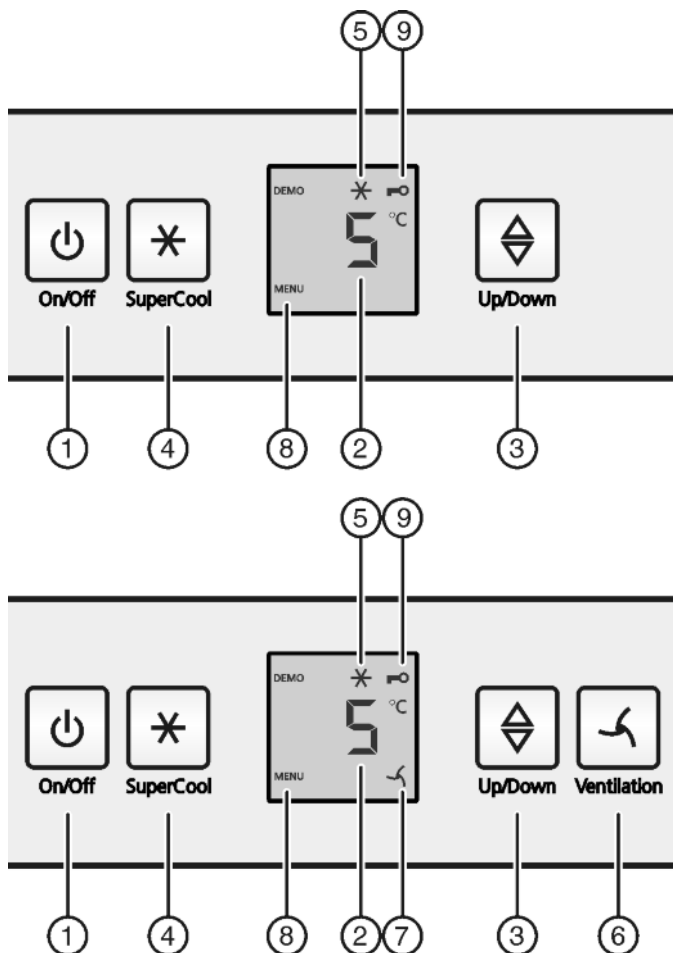

Fig. 2
- ▶ Натиснете бутона On/Off Fig. 2 (1).
- ▶ Натиснете бутона SuperCool Fig. 2 (4) за ок. 5 секунди.
- ▷ На индикатора се показва символът Меню Fig. 2 (8)
- ▶ Потвърдете чрез кратко натискане на бутона SuperCool Fig. 2 (4).
- ▷ Символът Защита от деца Fig. 2 (9) светва на индикатора.
- ▶ Натиснете за кратко бутона On/Off Fig. 2 (1).
Натиснете бутона за настройка Fig. 2 (3).
Натискайте бутона за настройка Fig. 2 (3) дотогава, докато на температурния индикатор не светне желаната температура.
- ▶ Натиснете за кратко бутона SuperCool Fig. 2 (4).
- ▷ Символът SuperCool Fig. 2 (5) светва на индикатора.
- ▷ Символът SuperCool Fig. 2 (5) угасва на индикатора.